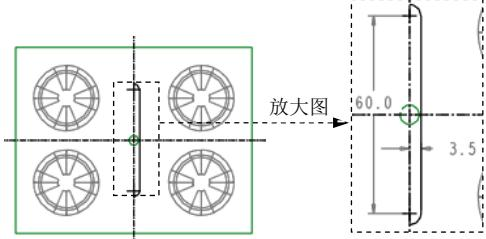

图 22.13 截面草图
(1) 单击 **模型** 功能选项卡 **切口和曲面** ▾ 区域中的 按钮。
(2) 定义草绘截面放置属性。右击，从快捷菜单中选择 **定义内部草绘...** 命令。草绘平面为 MAIN_PARTING_PLN 基准平面，草绘平面的参考平面为 ADTM3 基准平面，草绘平面的参考方向是 **右**。单击 **草绘** 按钮，系统至此进入截面草绘环境。
(3) 进入截面草绘环境后，选取 ADTM2 和 ADTM3 基准平面为参考，绘制图 22.13 所示的截面草图。完成特征截面的绘制后，单击“草绘”操控板中的“完成”按钮 。
(4) 定义旋转角度。旋转角度类型为 ，旋转角度为 -180° 。
(5) 在“旋转”操控板中单击操控板中的 按钮，完成特征创建。